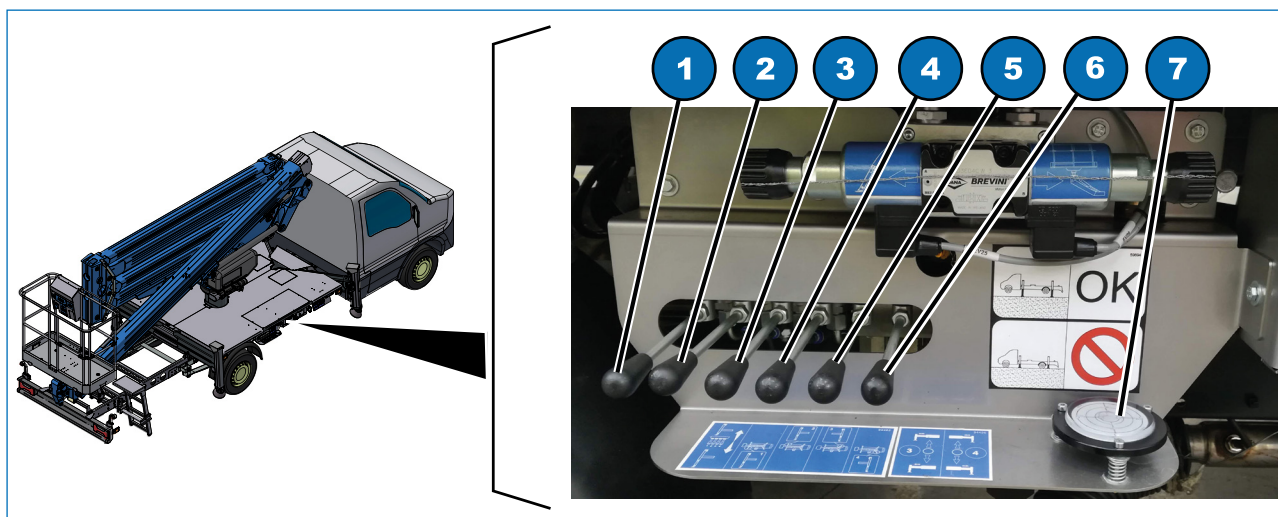

Fig. 6.3
- 5) Far estendere le travi stabilizzatori anteriori azionando alternativamente le leve (Fig. 6.3, 5 e 6). Azionandole verso il basso si ottiene l'estensione delle travi; azionandole verso l'alto il rientro.
- 6) Far scendere gli stabilizzatori azionando alternativamente le leve (Fig. 6.3, 1, 2, 3 e 4). Azionandole verso il basso si ottiene l'uscita degli stabilizzatori, azionandole verso l'alto il rientro. Fare uscire completamente gli stabilizzatori in modo da sollevare l'autoveicolo e scaricare le sospensioni;
- 7) Osservare la bolla di livello (Fig. 6.3, 7) situata in corrispondenza delle leve di comando degli stabilizzatori e livellare correttamente l'autoveicolo, azionando opportunamente le leve degli stabilizzatori. La macchina è livellata correttamente quando la bolla d'aria, all'interno dell'indicatore, è posizionata nel settore centrale (0°);
L'accensione delle spie non indica la corretta stabilizzazione del autoveicolo che è determinata solo dalla bolla di livello (Fig. 6.3, 7).